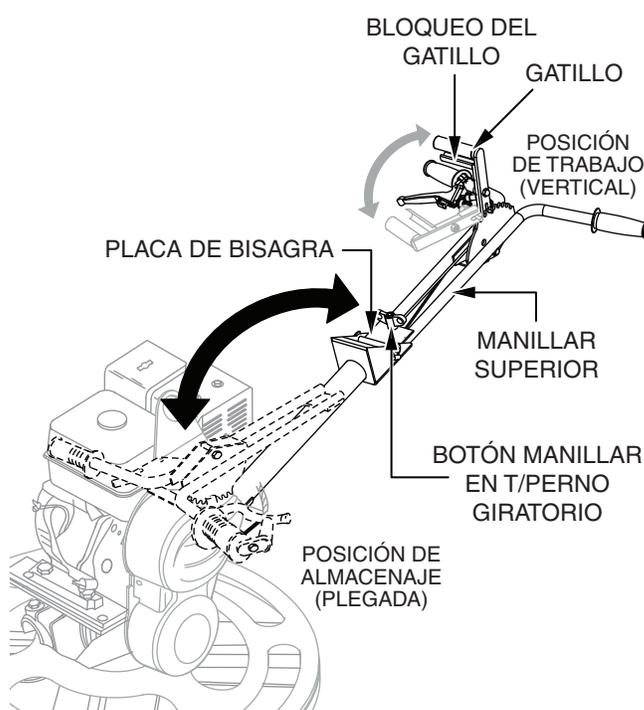

Figura 6. Conjunto del manillar Quick Pitch™
1. Asegúrese de que el gatillo Quick Pitch™ (Figura 6) haya sido conectado al manubrio superior y que el cable de control de inclinación esté flojo.
2. Gire el botón del manillar en T (Figura 6) situado en el lado superior del manubrio superior en sentido antihorario para quitar el botón del perno giratorio.
3. Mueva el mango Quick Pitch™ hacia el operador y despliegue el manubrio superior lejos del motor, en posición vertical (Figura 6).
4. Vuelva a insertar el perno giratorio a través de la ranura en la placa de la bisagra (Figura 6). Gire el botón del mango en T en sentido horario para asegurar el manubrio superior en su posición.